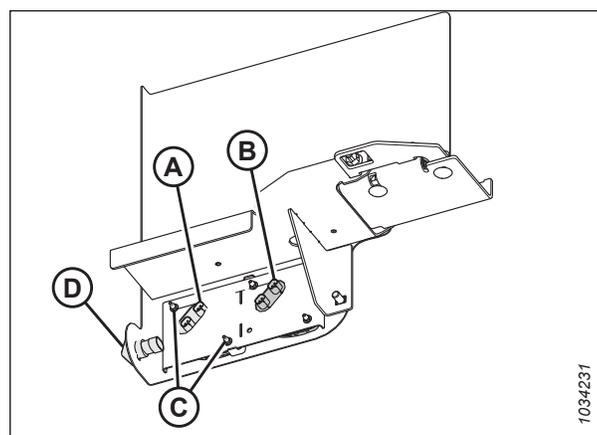

Figure 5.196: Feux orange et de gabarit — vue avant
7. Pour installer les feux répéteurs de détresse/ clignotants (D) indiqués sur la figure 5.196, page 375, alignez la languette (A) du feu avec la fente sur la plaque-étiquette, poussez doucement le feu dans la plaque-étiquette et faites-le tourner pour le fixer.